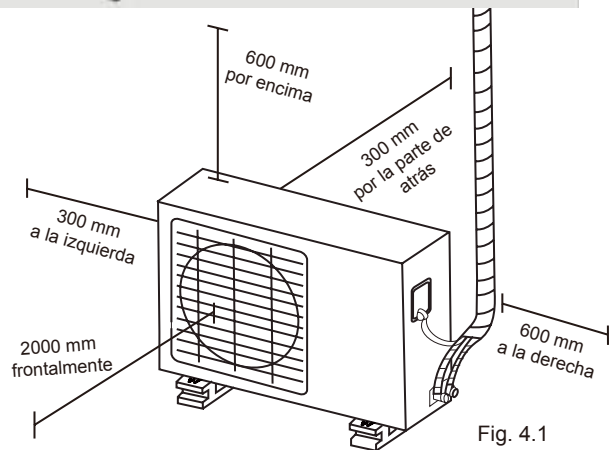

Fig. 4.1
- La ubicación debe cumplir con todas las distancias que se muestran en la fig. 4.1.